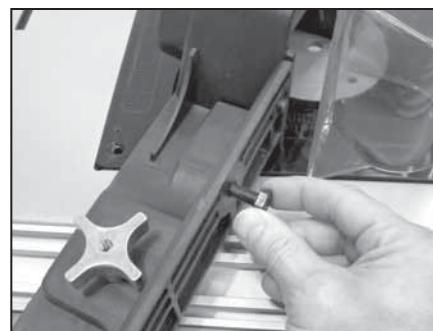

Figure 5
4. Installer les faces en aluminium sur le guide. Faire passer un écrou hexagonal de 8 mm – 1,25 x 25 mm à travers les trous du guide excentré et du corps principal du guide. Placer une petite poignée à 4 pointes sur chaque boulon. Voir la figure 5.